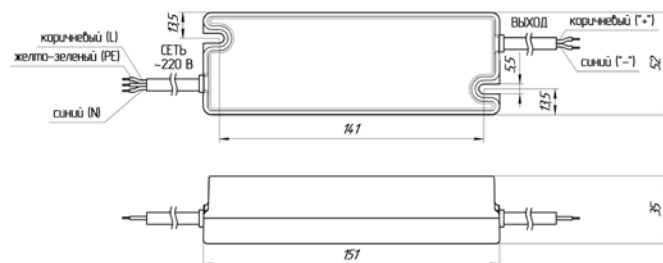

Рис. 1
6.4. Подключить сетевые провода к сети 220В 50Гц в соответствии с цветовой маркировкой (см. рис.1). Выходные провода подключить к светодиодной матрице, при этом коричневый провод подключить к «плюсу» нагрузки, синий - к «минусу».